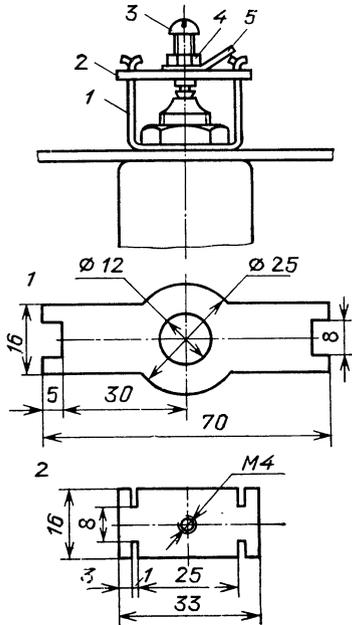

Рис. 124. Приспособление-контакт к оксидному конденсатору
**Восстановление вывода оксидного конденсатора.** Если при монтаже конденсатора К50-3, К50-12, К50-20 или подобного, с гайкой крепления, случайно отломался плюсовой вывод, не огорчайтесь. Такой конденсатор можно использовать, изготовив к нему несложное приспособление, показанное на рис. 124. Оно состоит из фигурной шайбы-стойки 1, согнутой из листового металла толщиной 0,8 мм, пластины 2 из изоляционного материала толщиной 2 мм, винта 3, контргайки 4 и металлического лепестка 5. Под винт 3 в пластине 2 сверлят отверстие и нарезают резьбу.